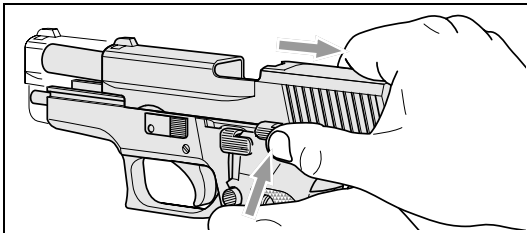

Abb. 7
4. Verschluss **4** bis zum Anschlag zurückziehen und Verschlussfanghebel **18** nach oben drücken (siehe Abb. 7). Die Patrone wird ausgeworfen, und der Verschluss wird in geöffneter Stellung gehalten.